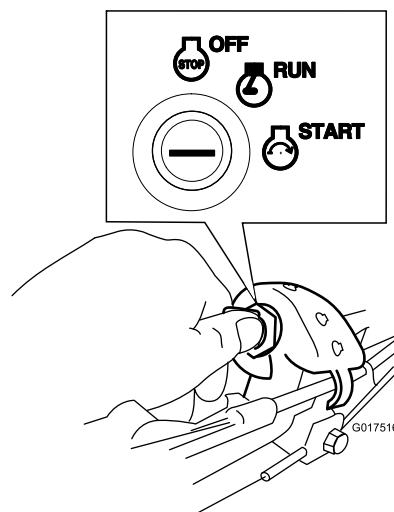

Рисунок 18
- **Ключ зажигания** Поверните ключ зажигания в положение Start (Запуск) и удерживайте в этом положении (Рисунок 18); когда двигатель запустится, отпустите ключ.
1. Поверните ключ зажигания в положение RUN (РАБОТА) (Рисунок 18).